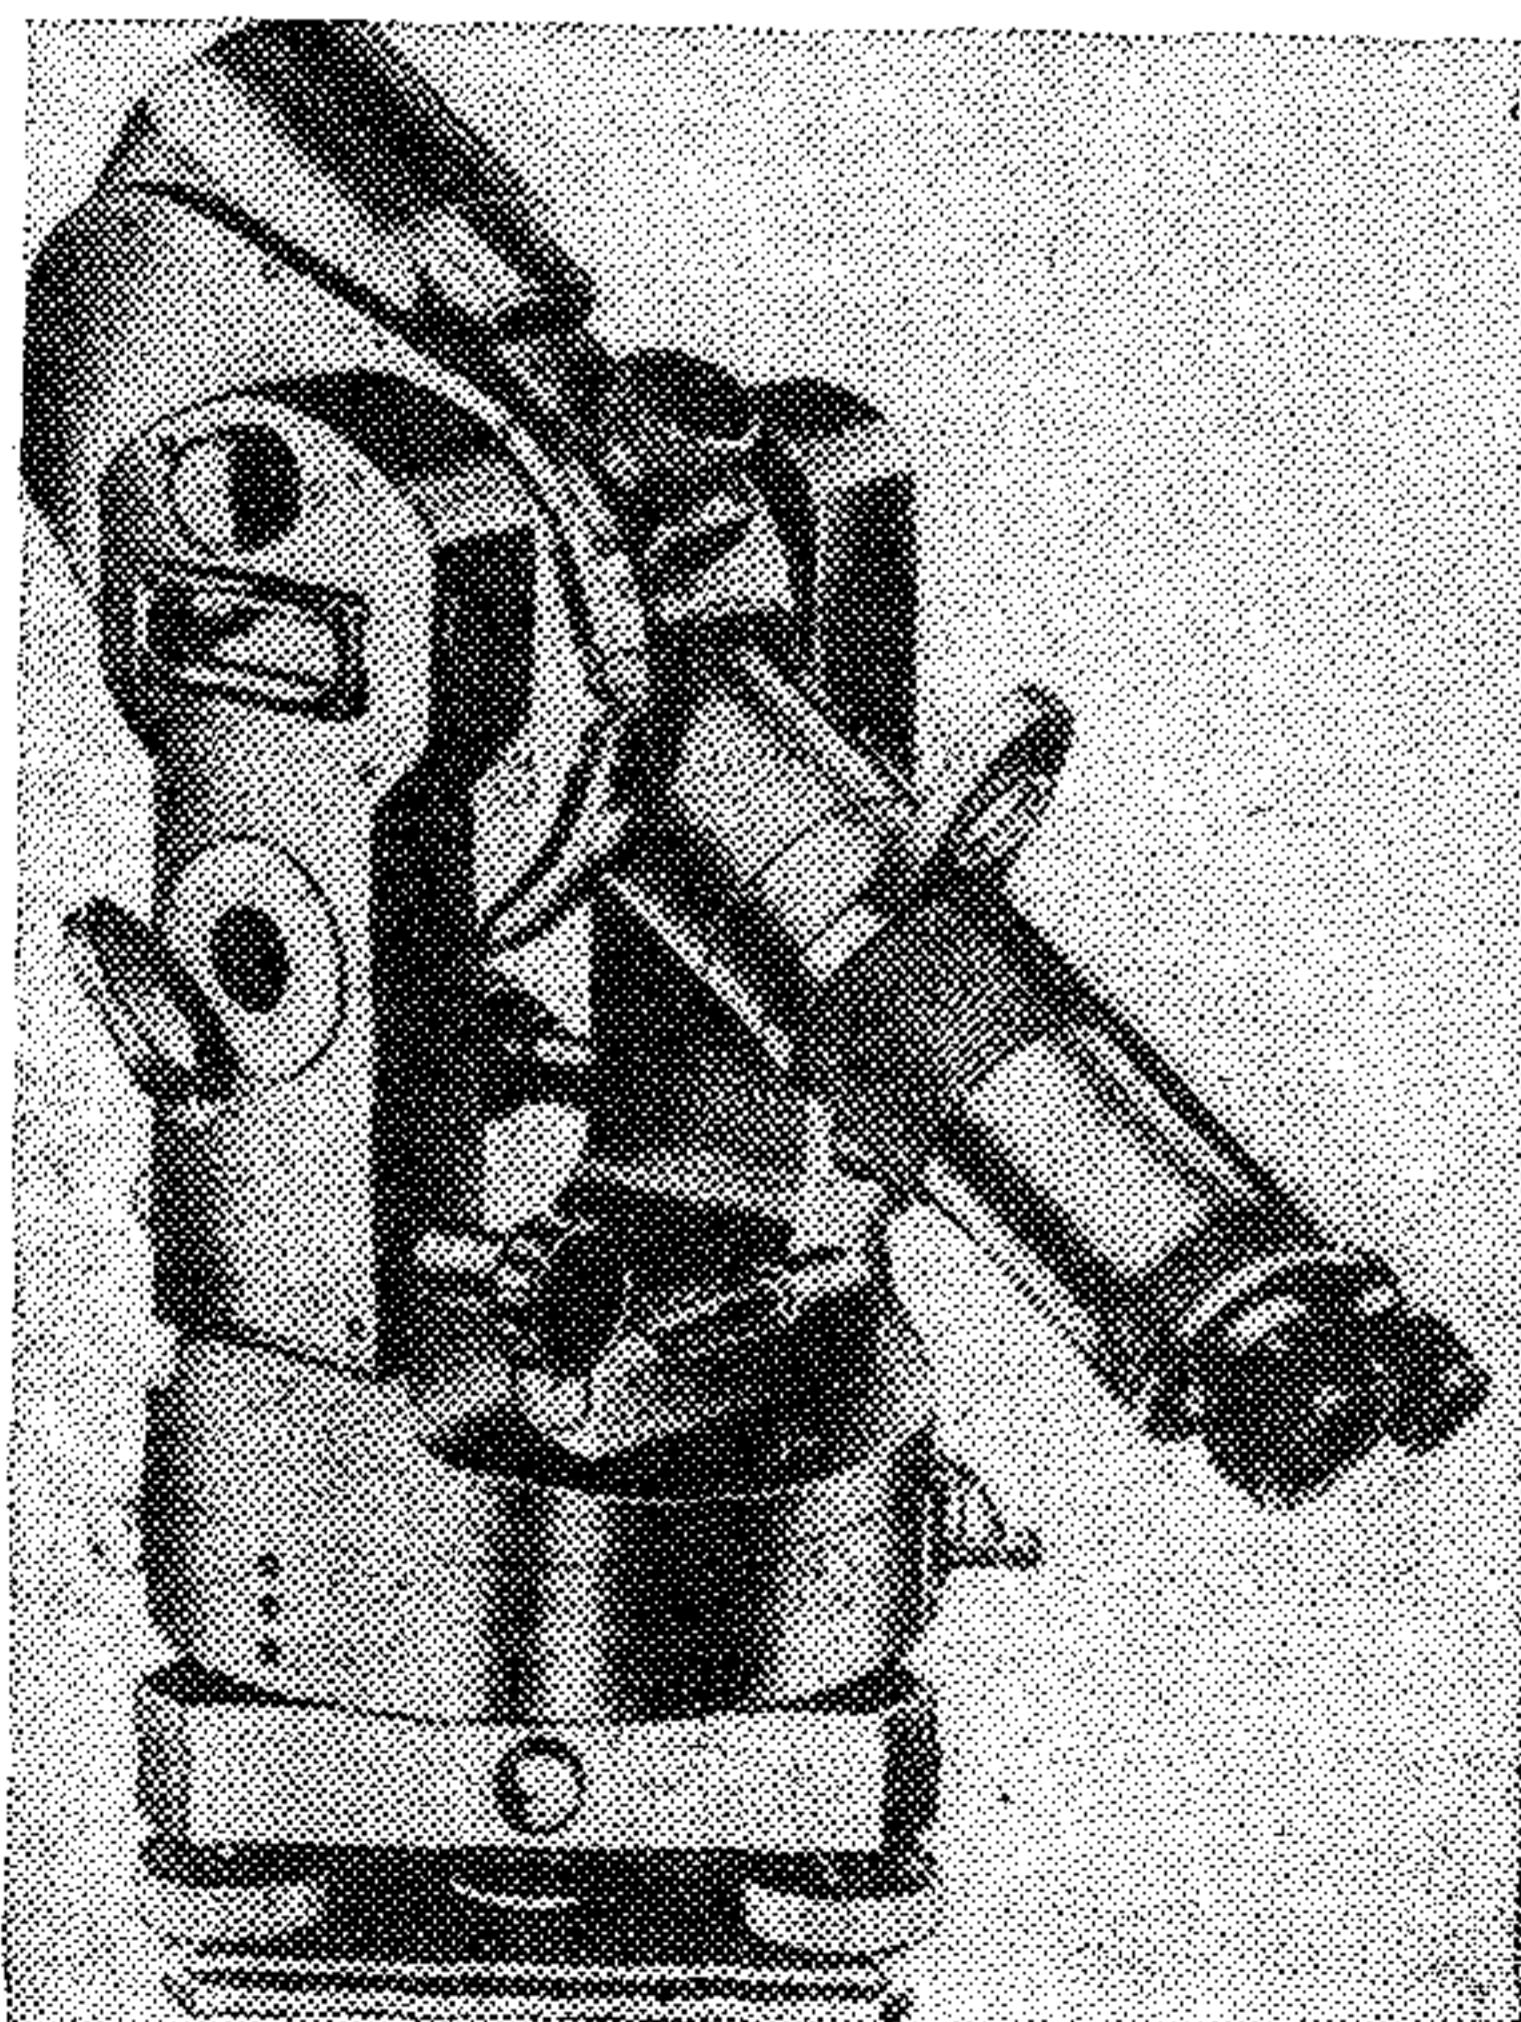

Рис. 9. Редукционный тахеометр Redta 002
**2.19.** Редукционный тахеометр Redta 002 (рис. 9) предназначен для измерения углов и линий в ходах полигонометрии с относительной погрешностью 1 : 5000. Может быть использован для определения координат углов кварталов и отдельных зданий и сооружений при комбинированном способе горизонтальной съемки.